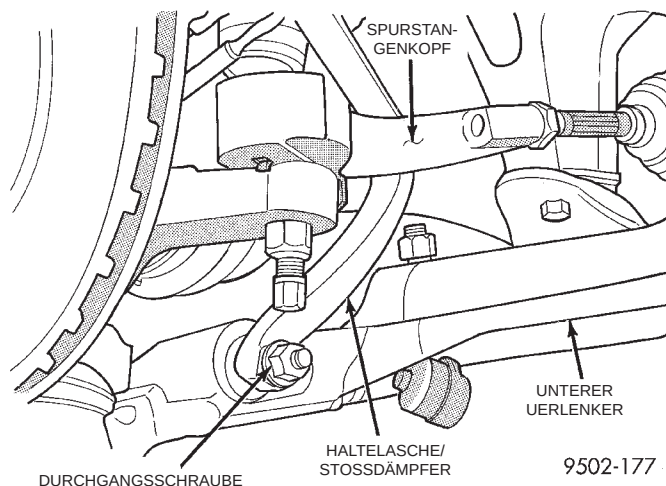
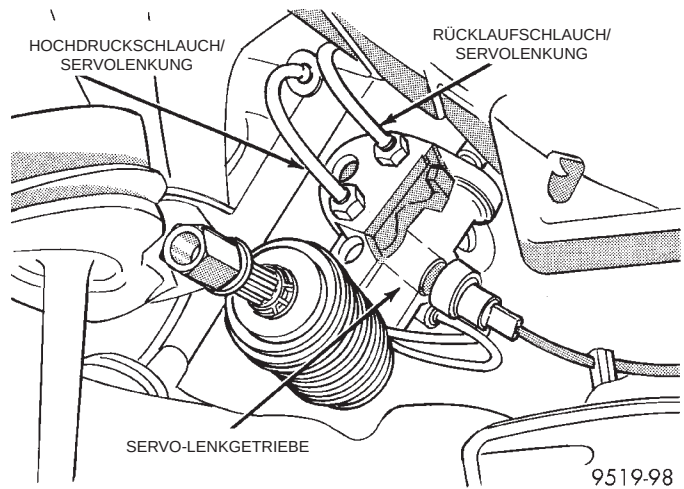

**Abb. 13 Befestigungsschrauben der Haltelaschen an den unteren Querlenkern**
**Abb. 18 Hochdruckschlauch und Rücklaufschlauch am Lenkgetriebe**
(11) Bei Fahrzeugen mit ABS darf die Hydraulikeinheit nicht an den Bremsleitungen herunterhängen, wenn der vordere Querträger abgesenkt wird. Daher die Hydraulikeinheit mit Draht an der Karosserie und am Motor festmachen.
(12) Bei Fahrzeugen mit ABS die drei Schrauben lösen, mit denen die Hydraulikeinheit am vorderen Querträger befestigt ist.
(13) Die Haltelaschen der Stoßdämpfer von den beiden unteren Querlenkern abschrauben (Abb. 13).
(19) Mit dem Getriebewagenheber den vorderen Querträger so weit absenken, daß das Lenkgetriebe ausgebaut werden kann. **Beim Absenken des Querträgers lassen Sie den Querträger nicht an den Querlenkern hängen, sondern achten Sie**
(20) Alle Schläuche vom Lenkgetriebe abbauen (Abb. 18).
(21) Kabelbaum-Steckverbinder (Abb. 18) vom Druckschalter/Servolenkung abziehen.
(2) Hochdruckschlauch und Rücklaufschlauch am Lenkgetriebe montieren (Abb. 18). Die Überwurfmuttern der Schläuche (Abb. 18) mit einem Anzugsmoment von 31 N·m (275 in. lbs.) festziehen.
(8) Kabelbaum-Steckverbinder (Abb. 18) auf den Druckschalter/Servolenkung am Lenkgetriebe aufstecken. **Sicherstellen, daß die Haltenase des Steckverbinders richtig am Druckschalter einrastet.**
(9) Die Halterung der Hydraulikeinheit am vorderen Querträger montieren. Die drei Schrauben der Halterung eindrehen und mit einem Anzugsmoment von 28 N·m (250 in. lbs.) festziehen.
(10) Haltelaschen der Stoßdämpfer an den unteren Querlenkern montieren und locker anschrauben (Abb. 13).
(15) Durchgangsschrauben der Haltelaschen (Abb. 13) an den unteren Querlenkern mit einem Anzugsmoment von 92 N·m (68 ft. lbs.) festziehen.
(16) Räder anbauen. Radmuttern in der vorgeschriebenen Reihenfolge bis zum halben Anzugsmoment anziehen. Dann die Muttern in derselben